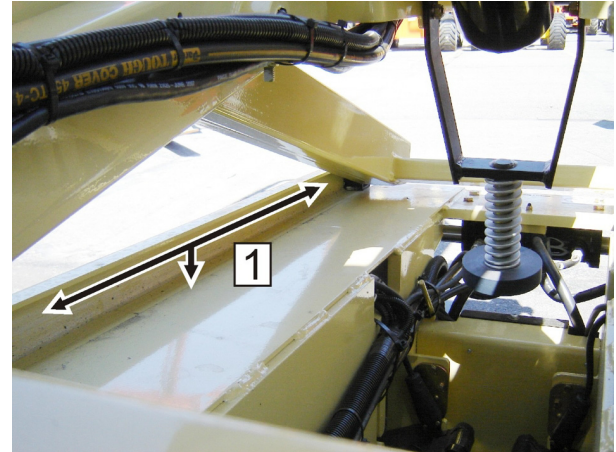

Figura 5-2. Canal de placas de encosto inferior
2. Localize as placas de encosto inferior e superior e retire toda sujeidade e detritos da área do canal de encostos (1, 2). Consultar Figura 5-2., Canal de placas de encosto inferior.
3. Aplicar uma camada de massa lubrificante ao longo do interior e parte inferior do canal de encosto inferior (1) em ambos os lados da máquina.